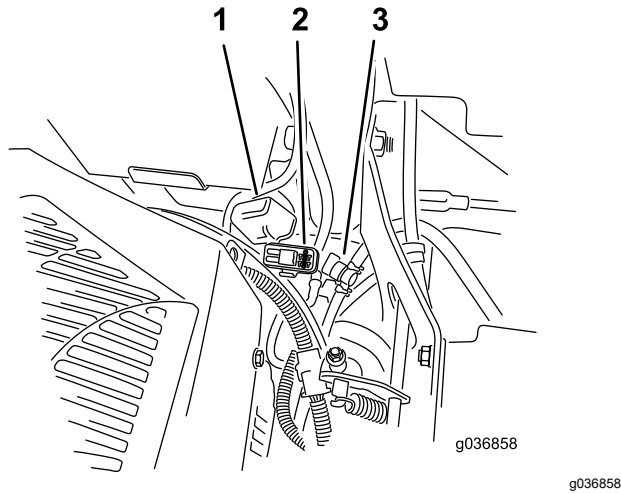

Figura 57
Los fusibles están situados en la consola de la derecha, junto al asiento (Figura 57).
2. Instale un fusible nuevo (Figura 57).